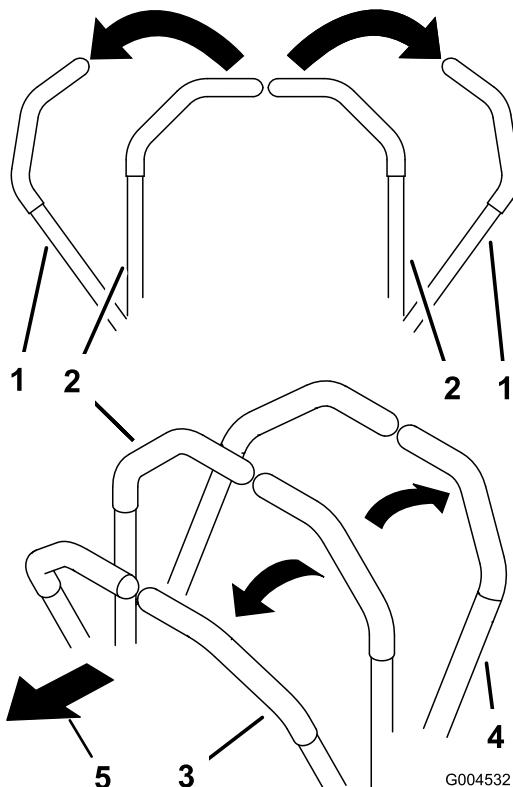

Figura 17
- Per fare marcia avanti spingete lentamente in avanti le leve di controllo del movimento (Figura 17).
Per spostarvi in linea retta, applicate una pressione identica su entrambe le leve di controllo del movimento (Figura 17).
Per girare, rilasciate la pressione sulla leva di controllo del movimento verso la direzione in cui volete voltare (Figura 17).